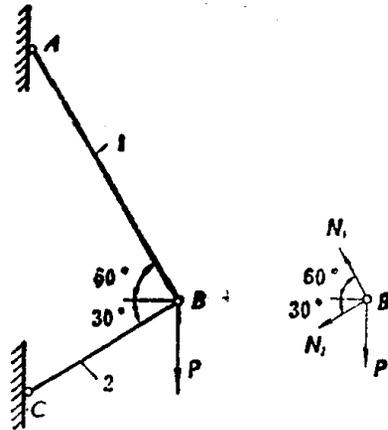

图 1.15
1.15 图1.15所示结构，杆AB为5号槽钢，许用应力 $[\sigma]_1 = 160 \text{ MPa}$ ，杆BC为 $h/b = 2$ 的矩形截面长杆，其截面尺寸为 $b = 5 \text{ cm}$ ， $h = 10 \text{ cm}$ ，许用应力 $[\sigma]_2 = 8 \text{ MPa}$ ，承受载荷 $P = 128 \text{ kN}$ ，试：① 校核结构的强度；② 若要求两杆的应力都达到各自的许用应力，两杆的截面尺寸应取多大？